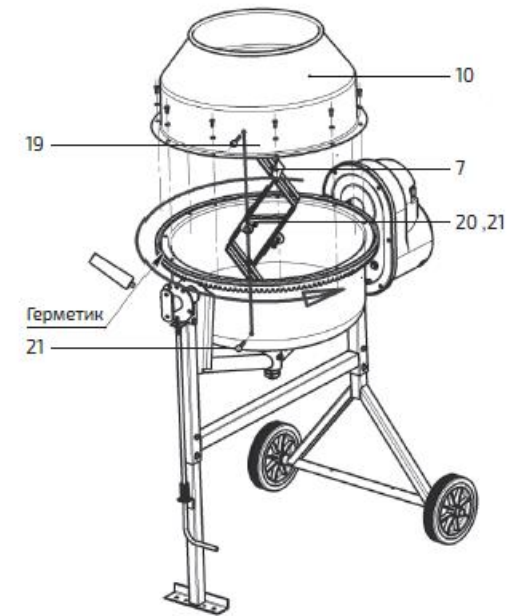

Рис. 9. Установка воронки
6. Вывернуть из основания десять болтов М6 с шайбами (11, 12). На поверхность дна нанести слой герметика (ровным слоем по всей поверхности фланца). На дно сверху установить воронку (10), совместить отверстия.
Боковые отверстия для крепления лопастей должны быть вертикальны друг над другом, на одной линии. Затем через шайбы (12) закручиваем болты (11) обратно в венец зубчатый, скрепляя между собой воронку, дно и зубчатый венец. Излишки герметика убираем тряпкой. Внутри барабана смесительного помещаем лопасти (7). Снаружи через отверстия в смесительном барабане и стойках лопасти вставляем болты (19) и устанавливаем шайбы (21), заворачиваем гайки (20). Сферическая головка болтов для крепления лопастей должна находиться с лицевой стороны смесительного барабана (рис. 9).
Вершина центрального изгиба лопасти должна быть направлена в сторону, противоположную направлению вращения смесительного барабана во время работы. Барабан смесительный при работе вращается против часовой стрелки, если смотреть на него со стороны загрузочного отверстия (по стрелке на рис. 9).